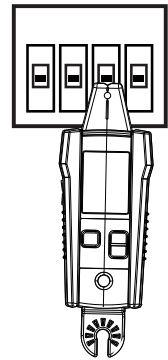

Figura 3.2b
2. Alinee la marca del sensor de punta con el disyuntor/fusible a lo largo (consulte la Figura 3.2b).